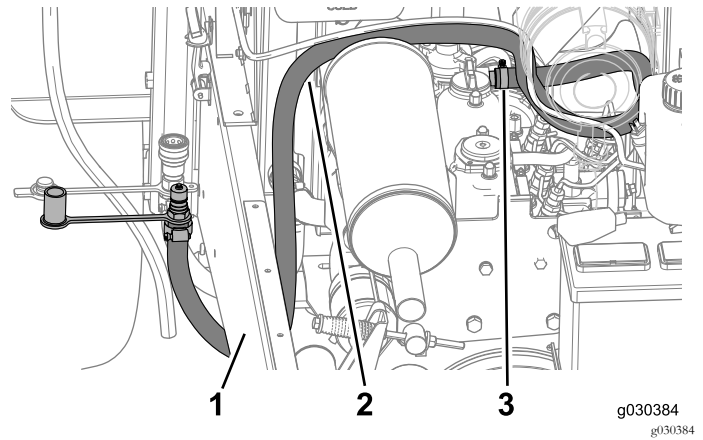

Figura 35
6. Insira o tubo por cima da extremidade estriada da união reta e prenda-o com a braçadeira de tubos (Figura 35).
7. Encaminhe o tubo comprido como se mostra na Figura 35.